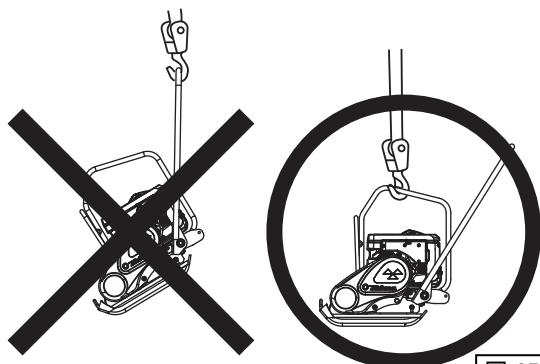

図 25
- 吊り上げの際は必ずガードフックに吊り上げ具を引っ掛けてください。(図25)